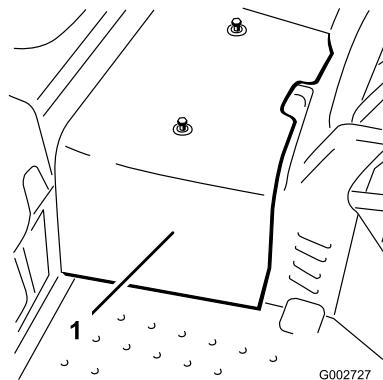

Figura 41
2. Afloje los 2 tornillos que fijan la cubierta central a la máquina y retire la cubierta (Figura 41).